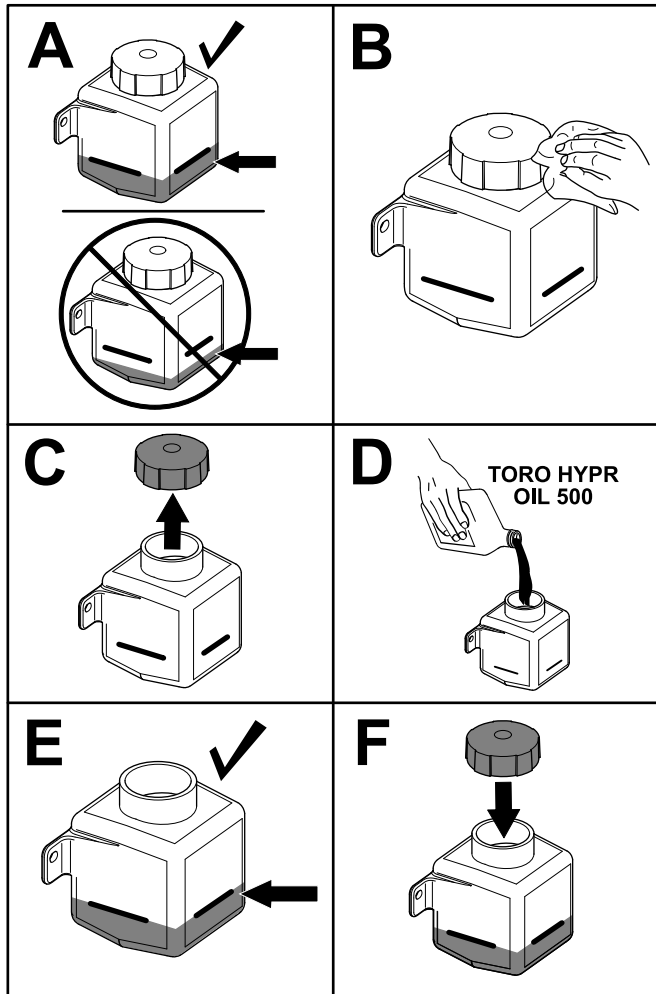

Figura 62
- Compruebe el nivel de fluido en el lateral del depósito hidráulico (Figura 62). Continúe el procedimiento si el nivel se encuentra por debajo del nivel de llenado frío.
5. Limpie la zona alrededor del tapón del depósito hidráulico (Figura 62).
6. Retire el tapón del cuello de llenado y añada fluido en el depósito hasta que llegue al nivel de llenado frío (Figura 62).
7. Coloque el tapón en el depósito (Figura 62).